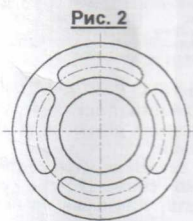

Рис. 2
- установить счетчик на тройник, поместив между ними прокладку (рис. 2), входящую в комплект;